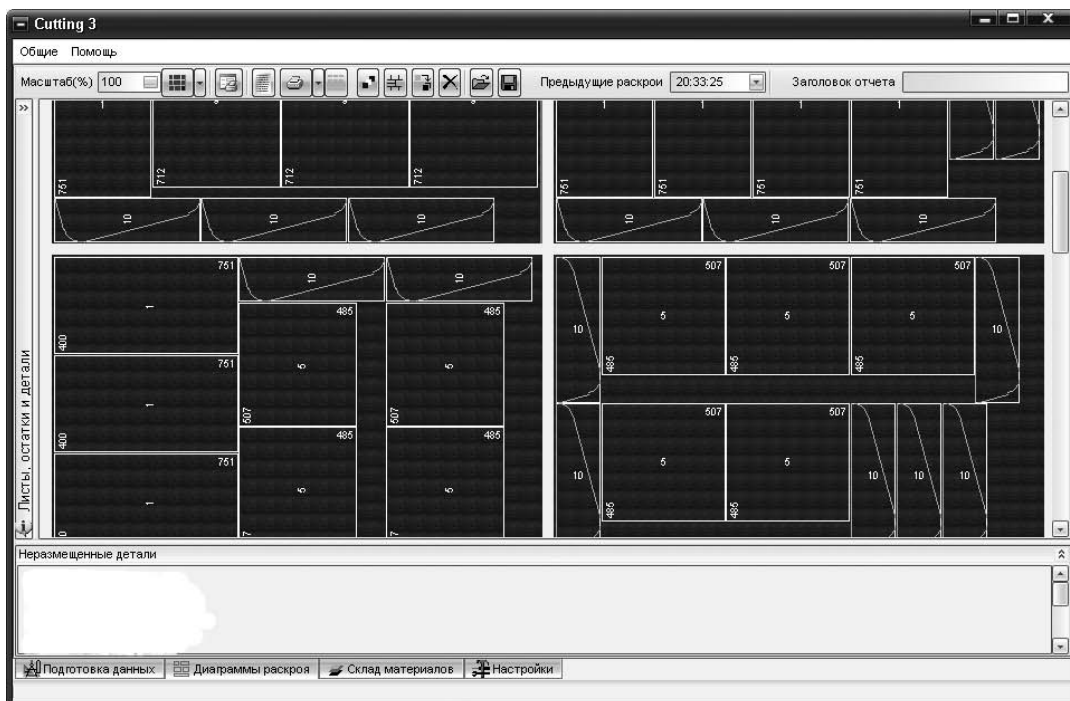

Рис. 7.18
3. Нажать кнопку Выполнить расчет в верхней части окна или клавишу F9 на клавиатуре — программа автоматически перейдет на вкладку Диаграмма раскроя (рис. 7.18).